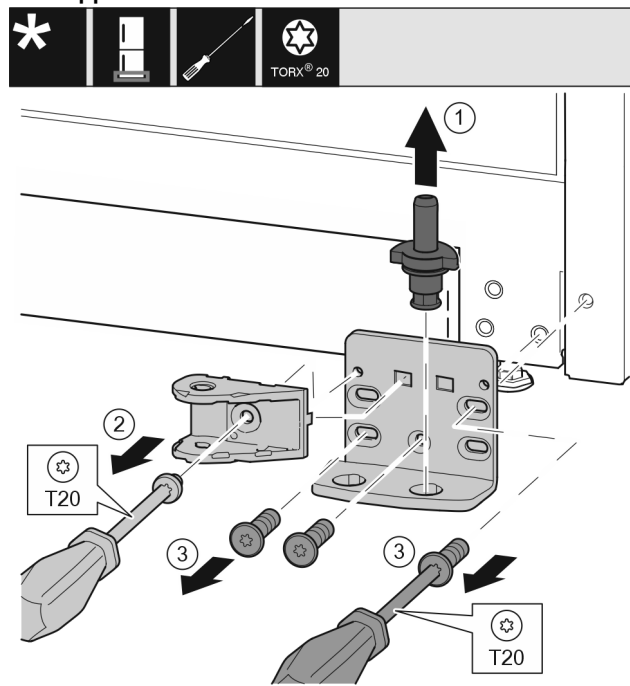

Fig. 34 *
- ▶ Træk hængselboltten helt opad og ud. Fig. 34 (1)*
- ▶ Skru skrueerne ud med skruetrækkeren T20, og tag lukkedæmperforbindelsen af. Fig. 34 (2)
- ▶ Skru skruerne ud med skruetrækkeren T20, og tag hængselkonsollen af. *Fig. 34 (3)**